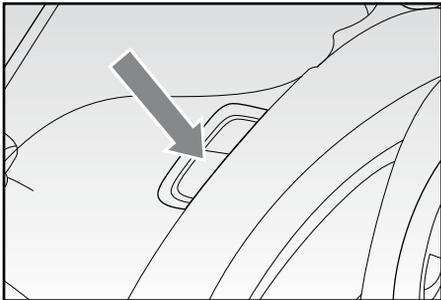

Fig. 12
- Снять фильтр и вымыть его под струёй воды (Рис. 12). Тщательно высушить.